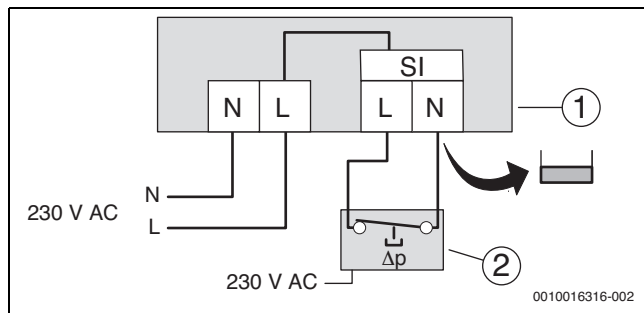

Bild 56 Anschluss Differenzdruckwächter an der Elektronik
- Anschluss an die Anschlussklemme SI im Modul (→ Tabelle 10 und Bild 56)